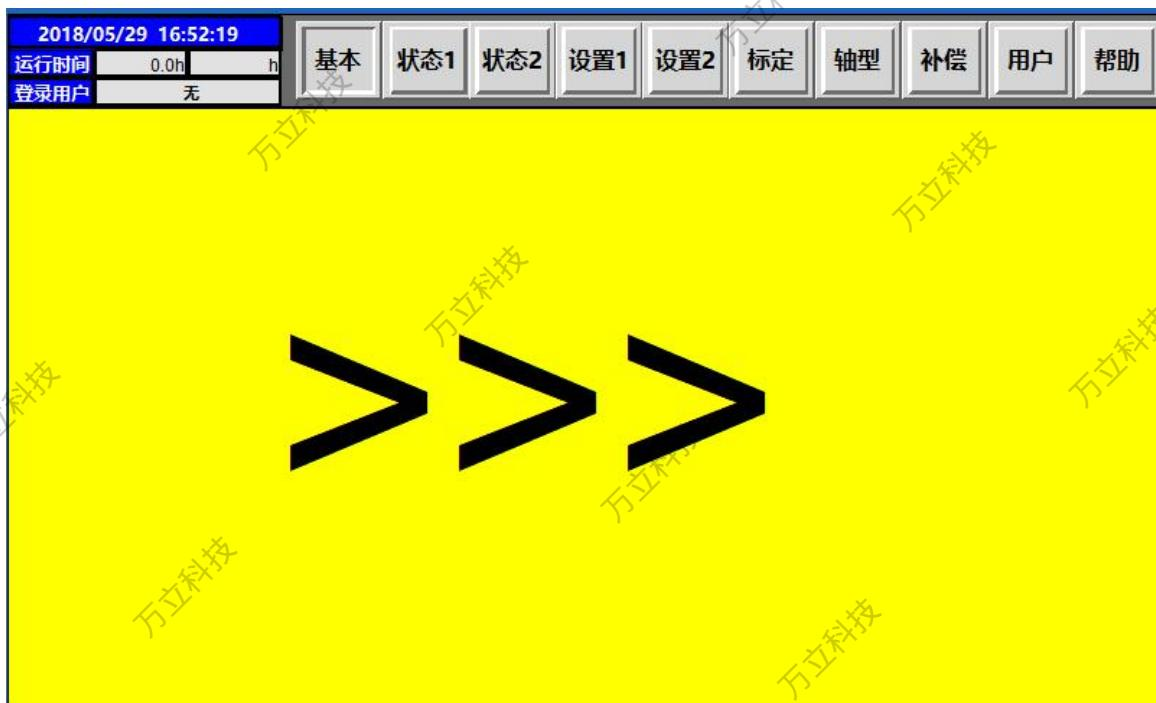

图 5-14 【CPU 和 UI 通讯故障】窗口视图
- 将待升级的 CPU 程序文件放入 U 盘，插入仪表后的 USB2 进行升级，通过 U 盘升级时，仪表会自动识别并升级。升级过程中，屏幕会出现如图 5-14 窗口，待升级完成和软件重启后恢复正常。